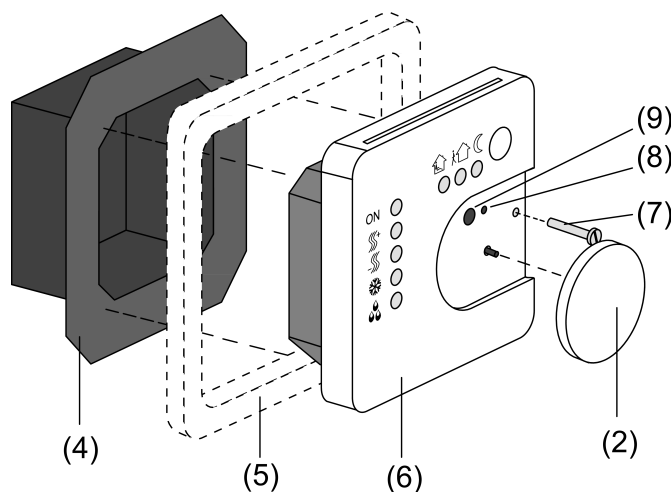
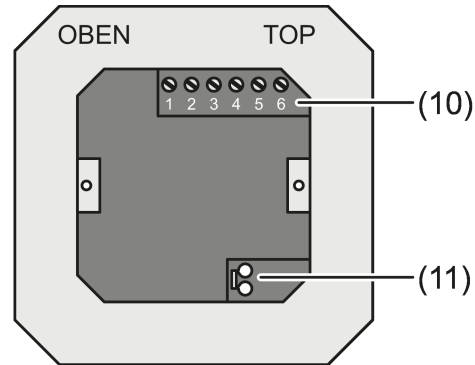
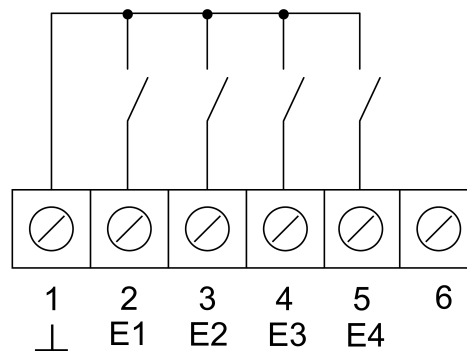
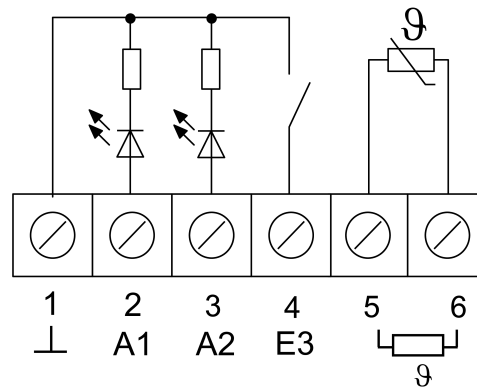

Bild 2: Geräteaufbau
Bild 3: Klemmen-Einsatz
Bild 4: Anschluss Binäreingänge
Bild 5: Anschluss Binärausgänge
- (4) Klemmen-Einsatz
- (5) Abdeckrahmen
- (6) Elektronik-Aufsatz
- (7) Sicherungsschraube
- (8) Programmier-LED
- (9) Programmier-Taste
- Klemmen-Einsatz (4) und Elektronik-Aufsatz (6) voneinander trennen (siehe Bild 2).
- Busleitung an die Anschlussklemme (11) im Klemmen-Einsatz einstecken (siehe Bild 3).
- Binäreingänge **E1...E4**: Fensterkontakte Schließer oder Öffner als Schalter oder Taster an den Klemmen **1** und **2...5** (siehe Bild 4) der Klemmleiste (10) (siehe Bild 3) anschließen.
- Binärausgänge **A1...A2**: LED oder elektronische Relais an den Klemmen **1** und **2, 3** (siehe Bild 5) der Klemmleiste (10) (siehe Bild 3) anschließen.
- Externen Temperaturfühler an den Klemmen 5 und 6 (siehe Bild 5) der Klemmleiste (10) (siehe Bild 3) anschließen.
- Klemmen-Einsatz (4) (siehe Bild 2) in Unterputz-Gerätedose einsetzen. Auf Beschriftung **OBEN / TOP** achten. Der Busanschluss (11) muss unten rechts liegen (siehe Bild 3).
- Abdeckrahmen (5) auf den Klemmen-Einsatz (4) aufsetzen.
- Elektronik-Aufsatz (6) lagerichtig in den Klemmen-Einsatz (4) einsetzen.
- Stellrad (2) abnehmen.
- Elektronik-Aufsatz mit Sicherungsschraube (7) befestigen.
- Stellrad (2) wieder aufsetzen.
- Stellrad (2) abziehen (siehe Bild 2).
- Programmier-Taste (9) drücken. Programmier-LED (8) leuchtet.
- Physikalische Adresse vergeben. Programmier-LED (8) erlischt.
- Stellrad (2) wieder aufstecken.